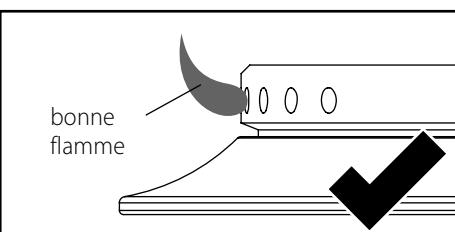

figure 5
- Remettre le venturi dans sa position initiale jusqu'à ce que l'extrémité jeune disparaisse (voir la figure 5) - il s'agit du réglage approprié du venturi. Serrer la vis de retenue.